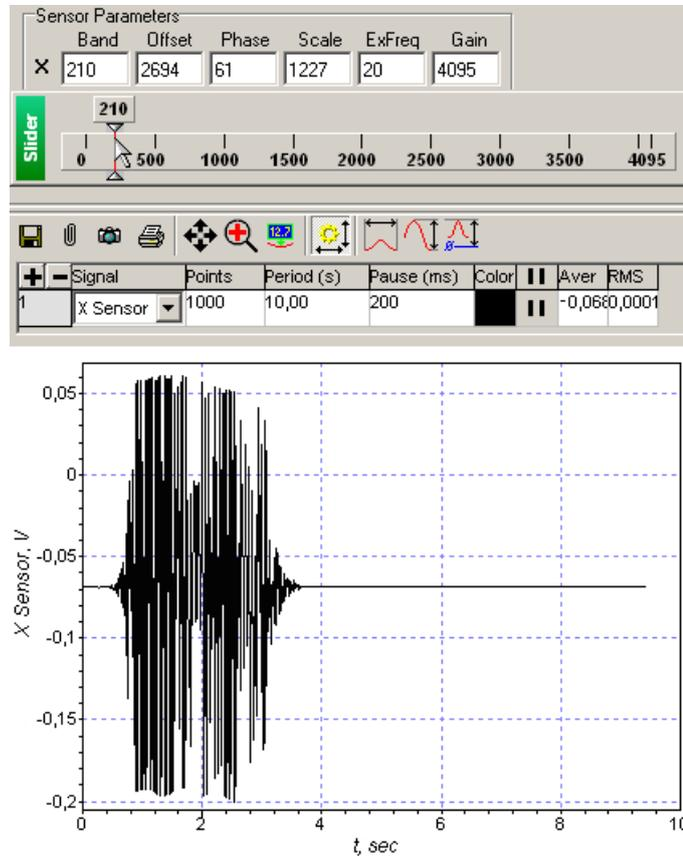

Рис. 2-9. Устранение генерации
7. Установите рабочее значение **Band X** (см. Рис. 2-9). Для этого: